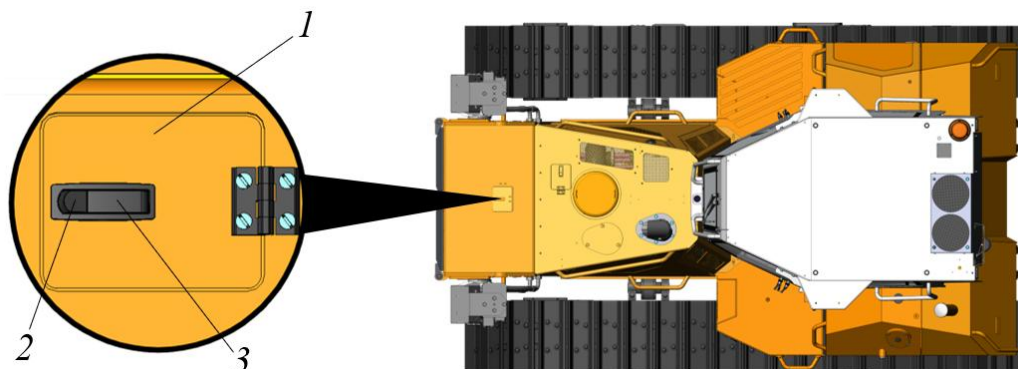

Рисунок 5.39. Лючок в лобовине рамы
- Открыть крышку лючка в лобовине рамы, см. рис. 5.39.
- ▶ Закрывать крышку лючка в лобовине рамы, см. рис. 5.39 и створку моторного отсека.